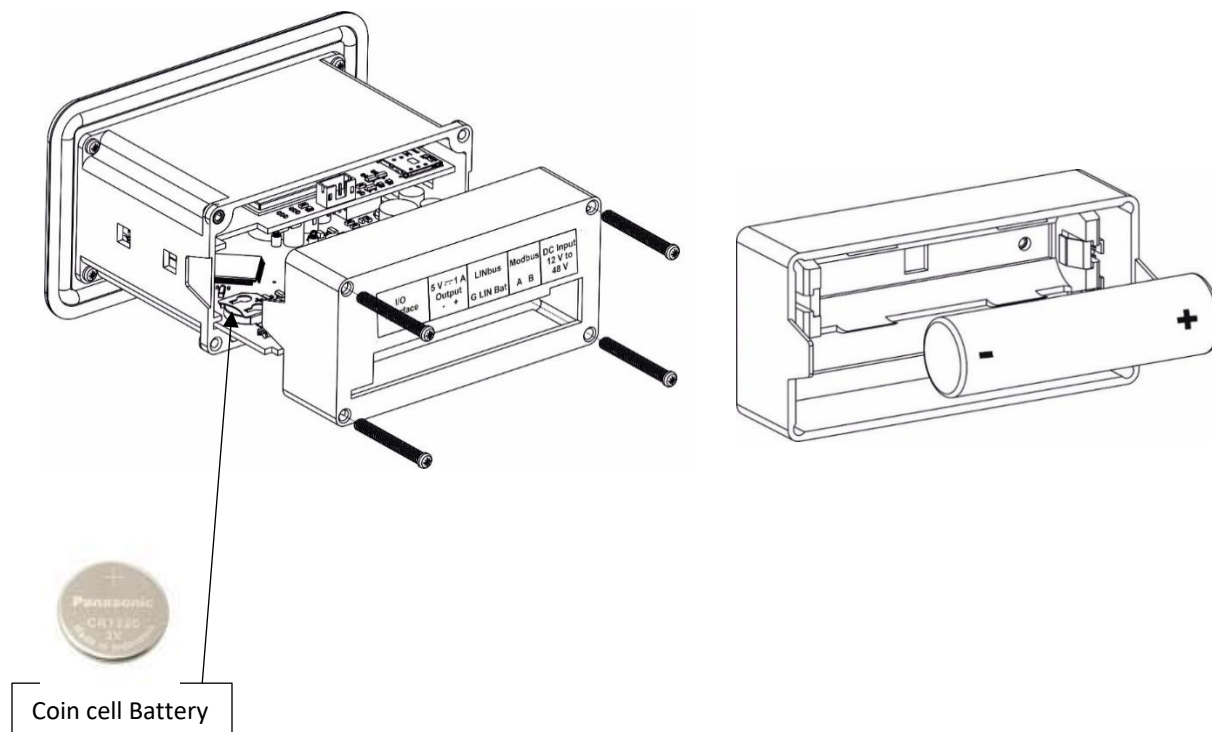

Figura 12 Insertar/reemplazar la batería
- Para reemplazar la batería, apague la fuente de alimentación y retire la tapa trasera del Registrador de datos, como se muestra en la Figura 12.
3. Para reemplazar la batería de celda de botón, abra la cubierta posterior como se muestra en la figura 12.